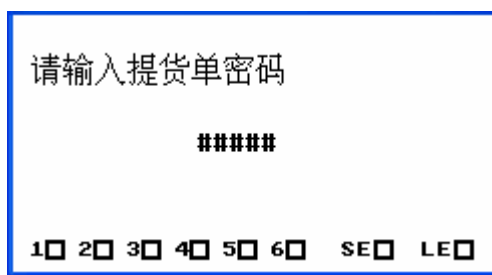
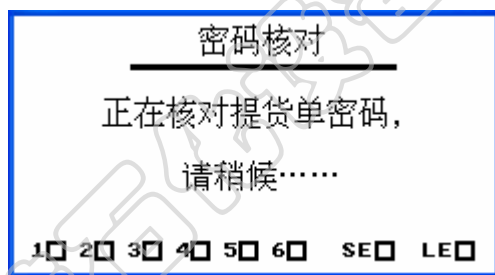

图 9：提单密码输入画面
图 10：提单密码核对等待画面
(1) 开机完成初始化后装车仪显示“LDP-DK 型定量装车仪”，初始化画面，可以按“确认”键进行下步操作。
(2) 装车仪显示提单密码输入画面，操作人员根据微机控制室从拿到带有密码的装车单，用数字键输入提单密码（图 9 所示），按“确认”键完成密码输入。装车仪显示等待核对密码画面(图 10 所示)，此时装车仪将密码信息上传控制室。如果密码不正确装车仪提示密码不正确信息，按“取消”键返回上个画面，重新输入或核对提单的有效性。